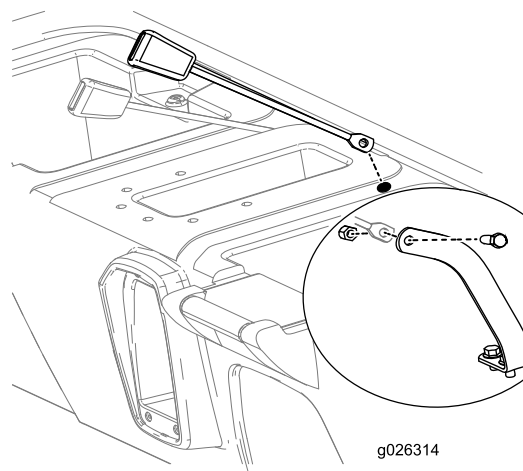

Figure 10
8. Insérez le côté de montage du côté boucle de chaque ceinture de sécurité dans l'un des trous que vous venez de percer dans la base du siège (Figure 10).
9. Fixez le côté récepteur de chaque ceinture de sécurité à chaque ancrage au moyen d'un boulon (7/16 po) et d'un écrou (7/16 po), comme montré à la Figure 10.